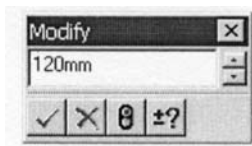

Рис. 10. Окно изменения размеров
1. Дважды нажмите на текст размера. Значение размера отображается в окне **Изменить** (рис. 10).